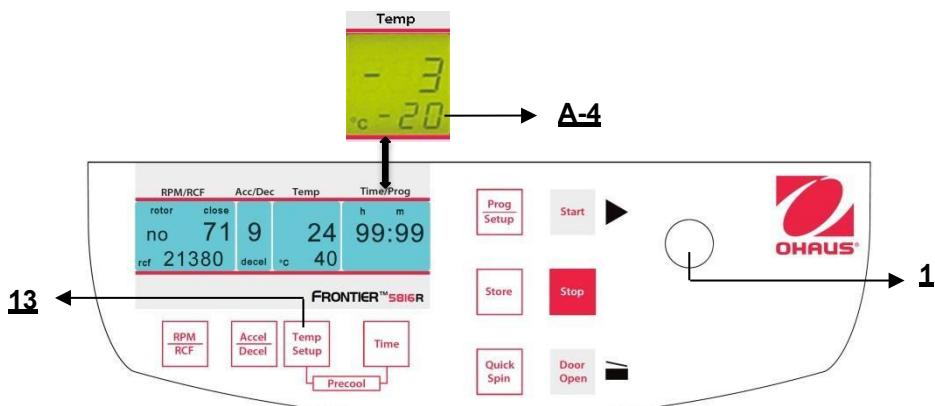

Figura 22
Questa funzione è attivata dal tasto **"Temp/Setup"** (13). Dopo aver premuto questo tasto, nel display **"Time/Prog"** lampeggia l'indicazione **"°C"** (A-4). Mediante la manopola di regolazione (1) è possibile preselezionare la temperatura di test in passi da 1°C in una gamma da -20°C fino a +40°C. Questo valore è indicato in modo permanente nel display (figura 22), prima durante e dopo il funzionamento. Si prega di notare le rispettive temperature più basse dei rotori alla velocità max.!